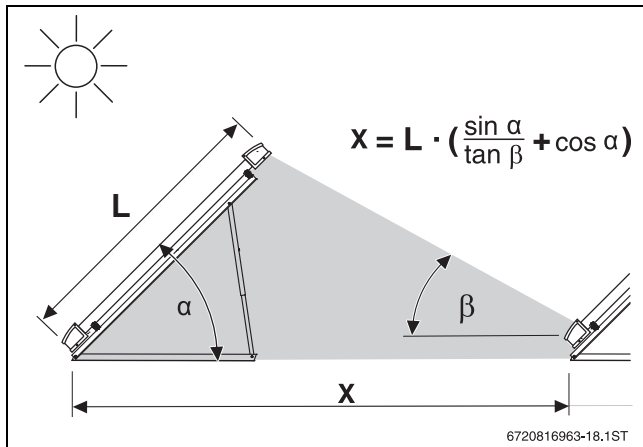

Bild 222 Vermeidung von Verschattung, Flachdachmontage
- Abstand X aus Tabelle 113 entnehmen oder mit der Formel aus Bild 222 ermitteln.
- Damit keine Verschattungen auftreten, bei mehrreihigen Feldern den Abstand X einhalten (→ Bild 222).